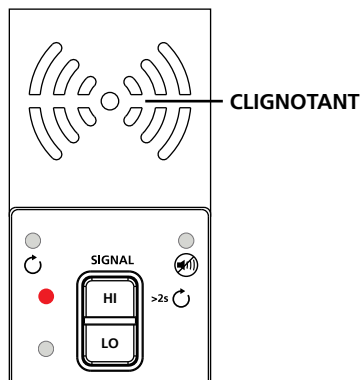

Figure 3.2b : Indicateur du transmetteur affichant le signal en mode ÉLEVÉ
3. Sélectionnez le mode de signal ÉLEVÉ en appuyant sur HI pour la plupart des applications. Le transmetteur apparaît comme indiqué dans la figure 3.2b. L'affichage LED commence rapidement à clignoter.